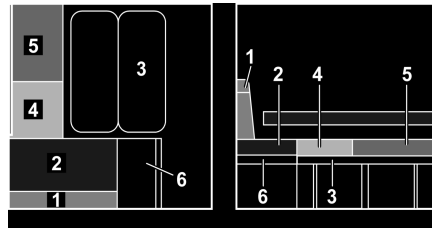

Fig. 138 Pendant la transformation
- Rabattre la rallonge de la banquette (Fig. 138,6) vers le haut et enclencher avec le rabat.